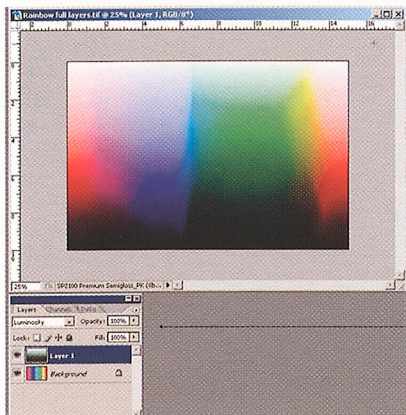

Рис. 7
- 6 Присваиваем верхнему слою режим наложения по яркости Luminosity (рис. 7).